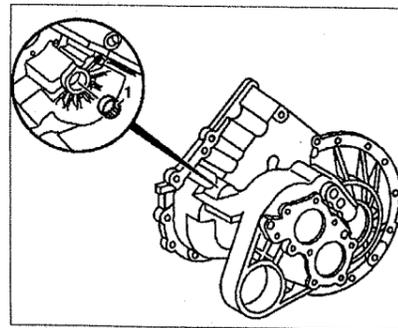

Рис. 6.22. Снятие и установка игольчатого подшипника 1 вала передачи заднего хода.
6. Снимите игольчатый подшипник 1 вала передачи заднего хода. Для этого, если необходимо, нагрейте корпус коробки передач до 80-100 °С (см.рис.6.22).
16. Снимите игольчатый подшипник 5 вала передачи заднего хода (см.рис.6.22).